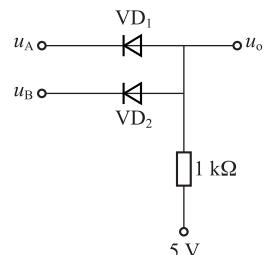

图 1-16 逻辑运算电路
(1) 如图 1-16 所示, 若  $u_A=u_B=0$  V, 从图中可知  $VD_1$ 、 $VD_2$  承受正向电压,  $VD_1$ 、 $VD_2$  导通, 忽略二极管导通压降, 输出电压  $u_o=0$  V。
(2) 若  $u_A=0$  V,  $u_B=3$  V, 刚开始  $VD_1$ 、 $VD_2$  承受正向电压,  $VD_1$ 、 $VD_2$  均导通, 但由于  $VD_1$  导通后,  $VD_1$  阳极电位为 0 V, 迫使  $VD_2$  承受反向电压而截止, 输出电压  $u_o=0$  V。
(3) 若  $u_A=3$  V,  $u_B=0$  V,  $VD_2$  导通,  $VD_1$  截止, 输出电压  $u_o=$